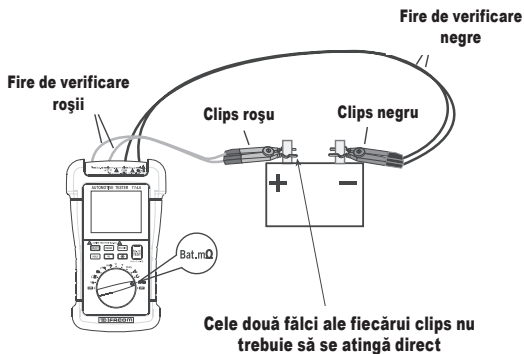

Figura 8
2. A se vedea Figura 8. Introduceți mufele celor două fire de verificare roșii în cele două borne „Bat.”, iar mufele celor două fire de verificare negre în cele două borne „Bat.”.
- Prindeți clipsul roșu de borna pozitivă a bateriei, iar clipsul negru de borna negativă a bateriei (Figura 8).
Pentru a măsura precis, cele două fâlcii ale fiecărui clips nu trebuie să se atingă direct (Figura 8).